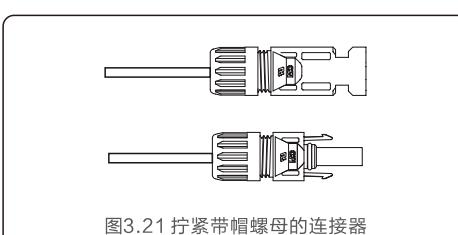

图3.21 拧紧带帽螺母的连接器
4. 将金属连接器插入连接器顶部，并以3~4 Nm的扭矩拧紧螺母（见图3.21）。